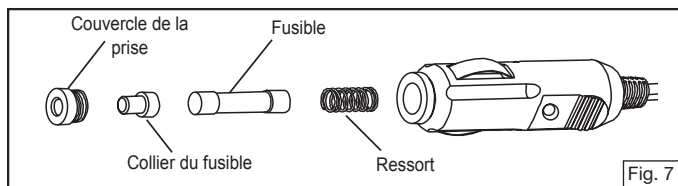

Fig. 7
- Vérifier le fusible dans le bouchon de la pompe (Fig. 7). Remplacer le fusible avec un fusible buss fuse d'automobile 10A / 250V uniquement.